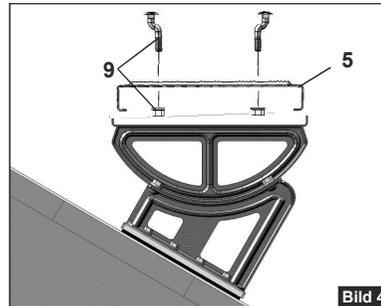

Bild 4
- Der Sicherheits-Laufrost (5) wird jetzt mit den gekröpften Flachrundschaublen und Flanschmutter (9) Laufstegoberteil (4) befestigt. (**Bild 4**)